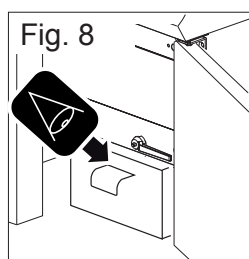

Fig. 8
1. Positionner un conteneur (adapté à la morphologie et à la contenance) sous le robinet-vanne d'évacuation (Fig. 8).